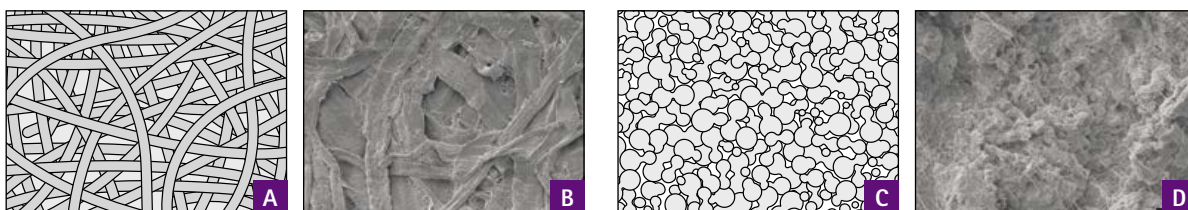

Abb. 2: Draufsicht auf Papierfilter und Dauerfilter.
Dargestellt sind die schematische illustrierte Draufsicht (A) und die im Rasterelektronenmikroskop (REM) stark vergrößerte reelle Draufsicht (B) des Papierfilters JK095. Sehr gut zu erkennen ist die ineinander verschlungene Cellulose-Faser-Struktur. In Abbildung 2 (C) ist die schematisch illustrierte Draufsicht auf den PTFE Dauerfilter JK090 und in Abb. (D) die reelle Draufsicht unter dem REM dargestellt. (Die schematischen Illustrationen sind nicht maßstabsgetreu).